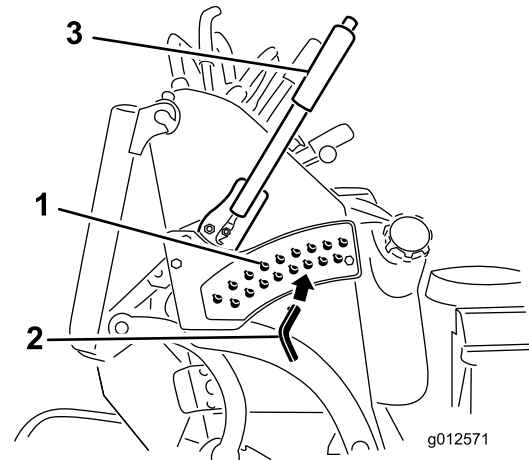

Figura 27
3. Seleccione el taladro del soporte de altura de corte que corresponde a la altura de corte deseada, e inserte el pasador (Figura 27).
4. Presione el botón y baje la palanca de altura de corte hasta el pasador (Figura 27).